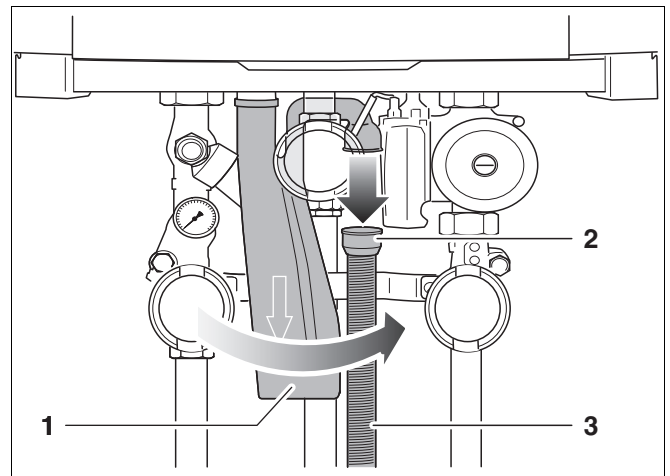

Fig. 85 Gegolfde slang losdraaien
- Draai de sifon een kwartslag rechtsom (→ fig. 85).